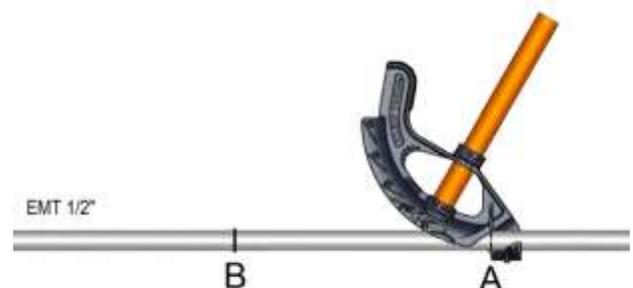

Figura 83. Colocación del doblador en el primer punto
6. Utilizando la técnica para alinear la dobladora en la tubería, como se describió en el boletín técnico N° 99 en el apartado de la sección 5.1 de la curva a 90°, se coloca el doblador en la tubería con el gancho opuesto a la segunda marca y se alinea el símbolo de la flecha con la primera marca "A" tal como se aprecia en la figura 83.